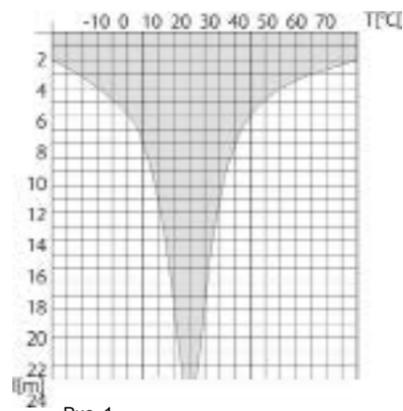

Рис. 1
Тросовые выключатели типа LK-30 и LK-40 дают возможность остановить устройство, с которым они содействуют; они соответствуют принципам стандарта PN-EN 60947-5-1. Минимальная длина троса составляет 2м, а максимальная – 25 м, а другие длины зависят от температуры окружающего воздуха (рис.1).
Комплектный тросовый выключатель состоит из выключателя с фаркопом и коушем (1), пружины с цепью, коушем и кольцом (2), тросы диаметром проволоки вместе с кожухом 3 (3) и соединительными элементами (4) для длины троса более 3 м. Все эти детали можно купить отдельно. Трос длиной согласно рис. 1 следует установить согласно приложенной инструкции. Схемы монтажа представлены на рис. 2 и рис. 3.